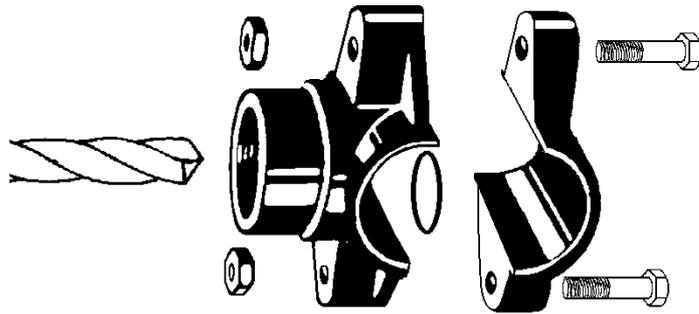

Abb.8.1
- Anbohrschelle, etwa 50 cm von der gekennzeichneten Position entfernt, auf das Rohr aufsetzen (Abb. 8.1)